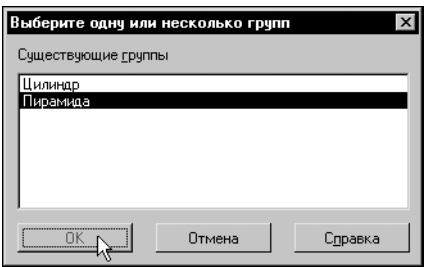

Рис. 43.2. Выбор группы для выделения
2. В появившемся на экране диалоге выберите группу *Пирамида* и нажмите кнопку **OK** (рис. 43.2).